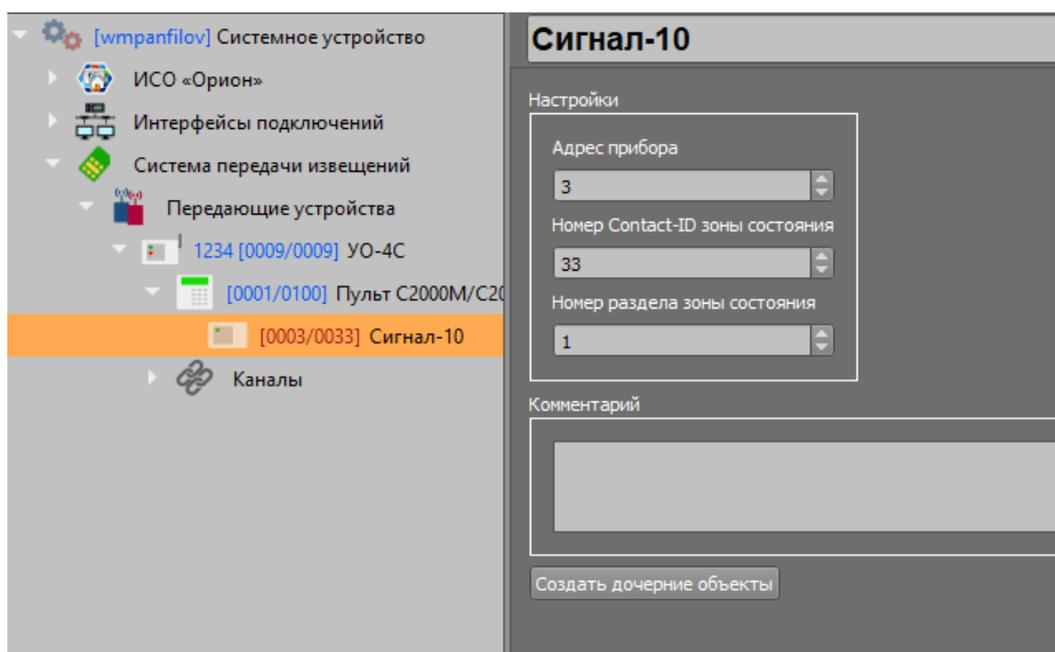

Рисунок 4.29. Свойства объекта «Прибор»
- б) В свойствах объекта «Прибор» (Рисунок 4.29) укажите адрес прибора по 485 линии (должен отличаться от адреса пульта «С2000М» и самого «УО-4С»). В качестве системы адресов укажите «Система Contact-ID» (по умолчанию).